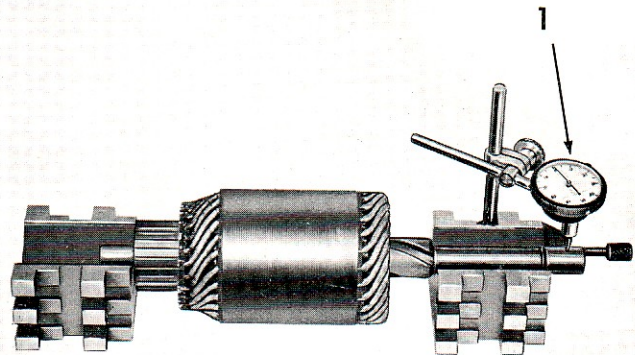

Fig. 38.
4. Vérifier si l'arbre d'induit n'est pas faussé. Vérifier l'excentration de l'arbre d'induit suivant la figure 38. Remplacer celui-ci si l'excentration est supérieure à la valeur tolérée page 71 ou si l'arbre est sérieusement usé.